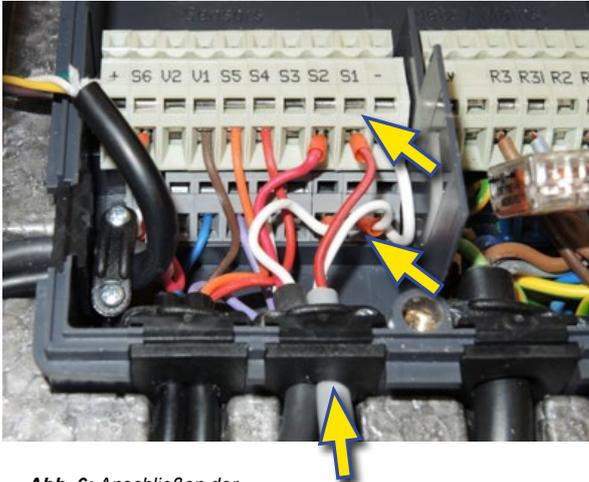

Abb. 6: Anschließen der Zirkulationstemperatursonde.
- ✓ Führen Sie den Fühlerkabel in der Steuereinheit durch die entsprechende Kabeldurchführung, wie auf dem Foto in Abb. 6 gezeigt.